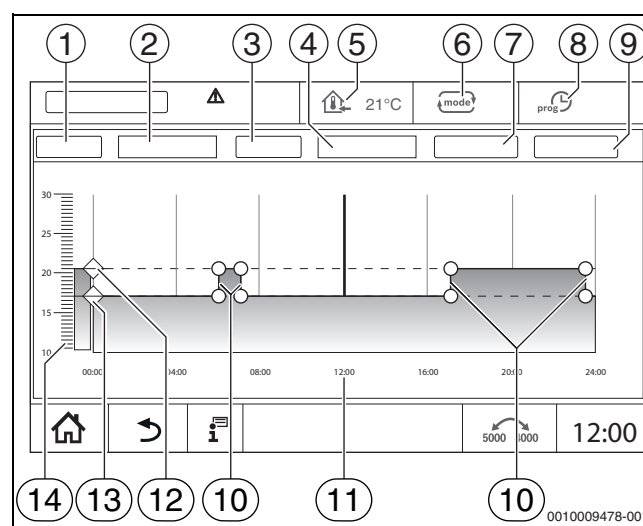

Bild 25 Zeitprogramm
- ▶ Symbol  antippen, halten und auf die entsprechende Temperatur ziehen (→ Bild 25, [15], Seite 23).
- Symbol antippen und aus der Auswahlliste den Wochentag (→ Bild 25, [2], Seite 23) und das gewünschte Programm (→ Bild 25, [4], Seite 23) wählen.